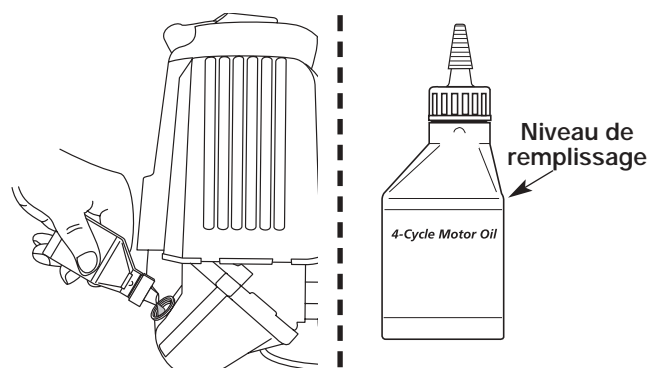

Fig. 60
**REMARQUE :** Mesurez la quantité nécessaire à l'aide de la bouteille et de la buse utilisées lors de la mise en service. 100 ml (3,4 oz) correspond environ au haut de l'étiquette de la bouteille (Fig. 60). Vérifiez le niveau d'huile avec la jauge. S'il est trop bas, ajoutez un peu d'huile par l'orifice et revérifiez. Ne remplissez pas trop (Fig. 60).